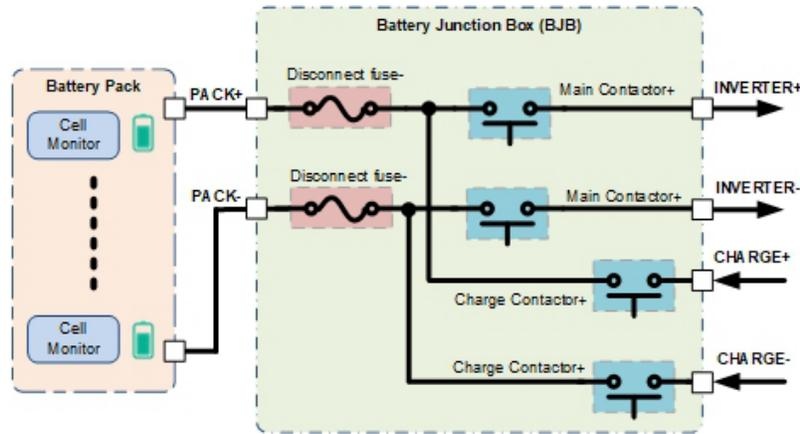

Abbildung 1. Batterietrennsicherung und Hochspannungsrelais in der BMS-Stromverteilung
Die Stromverteilung in Batteriemanagementsystemen (BMS) für Hybrid-Elektrofahrzeuge (HEV) und Elektrofahrzeuge (EV) versorgt die Kernfunktionen des Fahrzeugs mit Strom und bietet zugleich Mechanismen zur sicheren Trennung von Hochspannungs- oder Hochstromereignissen. Zwei Kernkomponenten des Stromverteilungssystems, Hochspannungsrelais und Trennsicherungen, stehen vor immer größeren Designherausforderungen aufgrund der steigenden Anforderungen an die Unterstützung höherer Spannungen, Ströme, Wirkungsgrade und Zuverlässigkeit. Abbildung 1 zeigt einen Überblick über die Hochspannungsrelais und Trennsicherungen.